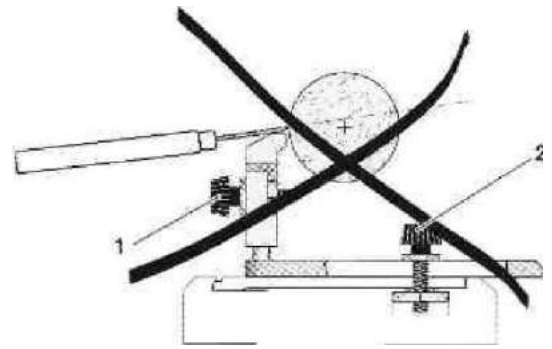

Fig. 9
- Суппорт 1 (рис. 9) отрегулировать таким образом, чтобы расстояние до обрабатываемого изделия составляло ок. 2 мм.
- При обточке держите резец согласно указаниям на рис. 9.